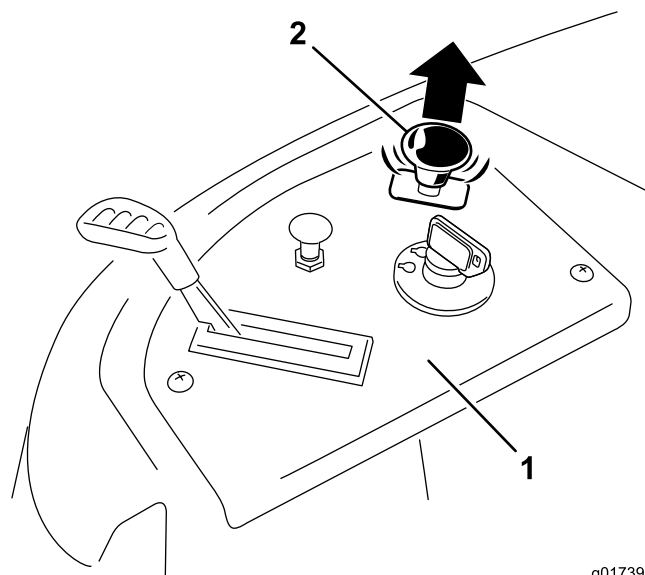

Figure 15
3. Tirez sur la commande des lames pour la placer en position engagée et engager les lames (Figure 15).